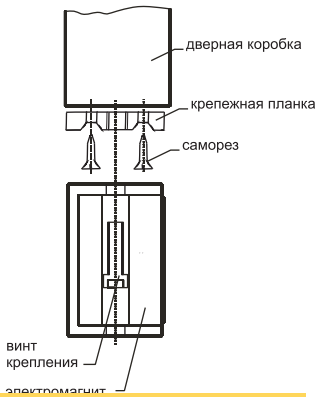

Рис. 2. Схема установки
1.2.2. Разметьте и просверлите в дверной коробке 4 отверстия. Прикрутите крепежную планку как показано на Рис. 2.